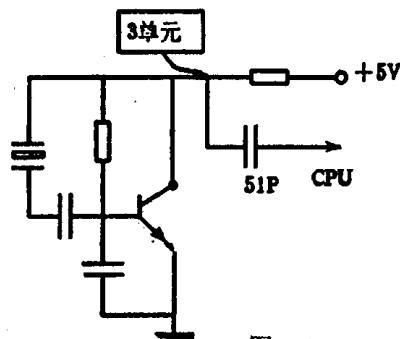

图 4
进一步检查时钟，616型机CPU和PPU各自有独立时钟，CPU由独立的21.47MHz时钟供给，测量IC₆⑨直流电压为0V，正常值应是2V上下（有振荡时测出的是一周内的平均值）。检查振荡电路，如图4，可能是晶体管坏，也可能是外围元件坏，用3单元检查晶体管集电极，万用表指针偏转，证明振荡电路正常，那可以肯定51P电容出问题。仔细观察发现51P电容起根部